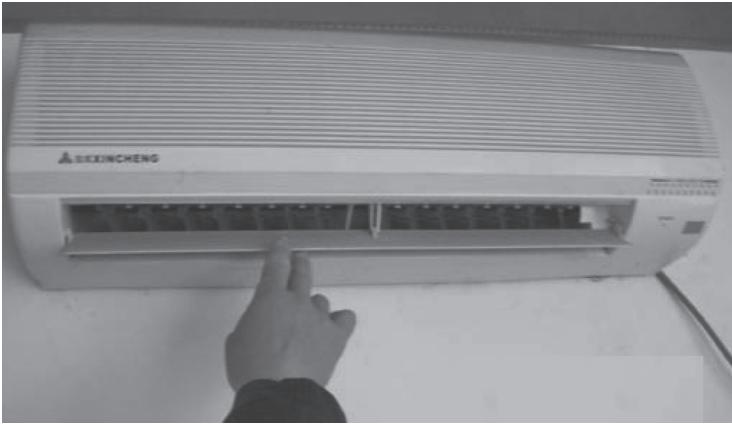

图 7-5 手调导风板方向
2) 把导风板设置成向下位置，如图 7-5 所示，噪声消失。